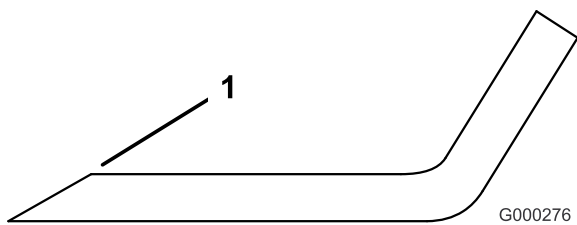

Bild 82
1. Schärfen Sie die Schnittkante an beiden Enden des Schnittmessers mit einer Feile (Bild 82). Behalten Sie den ursprünglichen Winkel bei. Das Schnittmesser behält seine Auswuchtung bei, wenn von beiden Schnittkanten die gleiche Materialmenge entfernt wird.